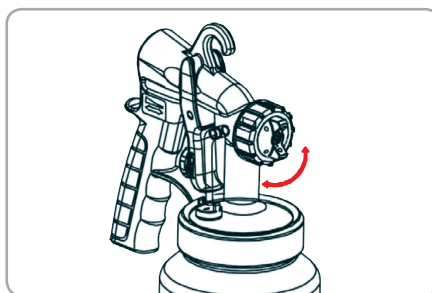

Fig.9
- Cu piulița de îmbinare ușor deșurubată, întoarceți capacul de aer la setarea de pulverizare dorită și strângeți piulița de îmbinare (Fig 9).